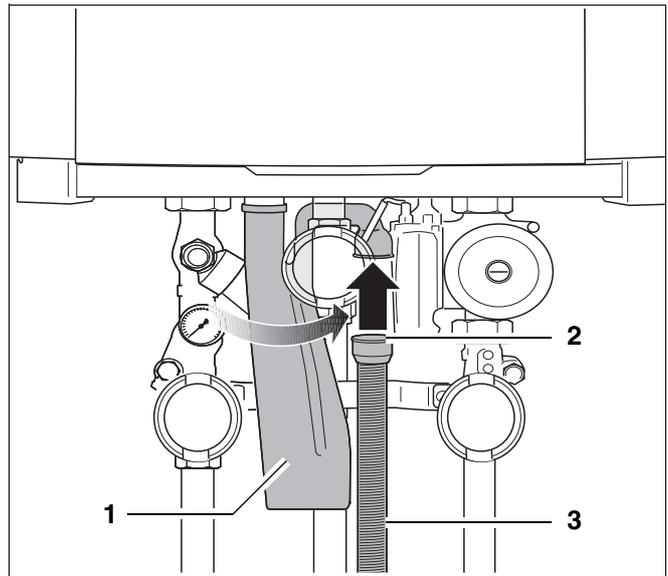

Fig. 18 Montare il tubo flessibile ondulato
- Montare il tubo flessibile ondulato (fig. 18, **pos. 3**) e l'anello di tenuta in gomma (fig. 18, **pos. 2**) sul sifone (fig. 18, **pos. 1**).